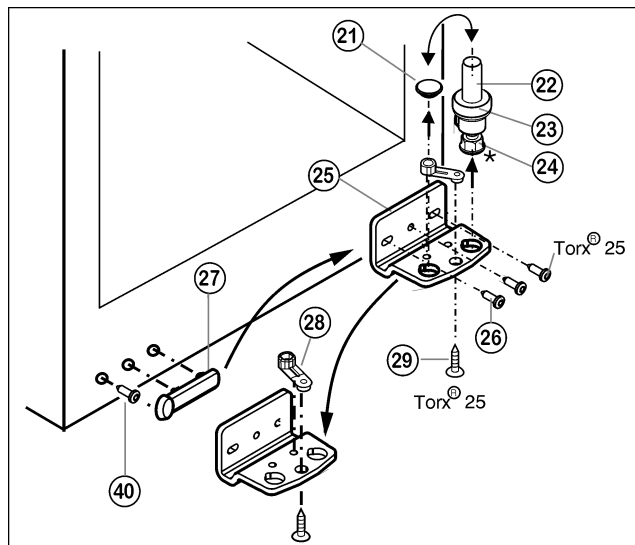

Fig. 5
- ▶ Извлеките опорный винт Fig. 5 (22) в комплекте с шайбой Fig. 5 (23) и регулируемой опорой* Fig. 5 (24), вытягивая его вверх.
- ▶ Снимите пробку Fig. 5 (21).
- ▶ Открутите Fig. 5 (26) опорный кронштейн Fig. 5 (25).
- ▶ Открутите Fig. 5 (29) опорную деталь Fig. 5 (28) и, переставив в отверстие на противоположной стороне опорного кронштейна, снова прикрутите.
- ▶ Осторожно снимите и переставьте на противоположную сторону крышку со стороны ручки Fig. 5 (27) и винт Fig. 5 (40).
- ▶ Снова прикрутите опорный кронштейн Fig. 5 (25) на новой стороне шарнира (с моментом 4 Нм). При необходимости используйте аккумуляторный шуруповерт.
- ▶ Переставьте пробку Fig. 5 (21) в свободное отверстие.
- ▶ Вновь установите опорный винт Fig. 5 (22) в комплекте с шайбой и регулируемой опорой*. При этом фиксатор должен быть направлен назад.
- ▶ Установите дверцу сверху на нижний опорный палец Fig. 5 (22).
- ▶ При необходимости выровняйте дверцы через два продольных паза в нижнем опорном кронштейне Fig. 5 (25) параллельно корпусу устройства. Для этого выкрутите средний винт.